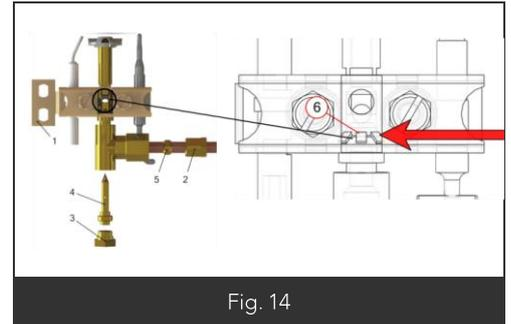

Fig. 14
- Dévisser le support veilleuse (Fig14 Rep1)
- Dévisser le raccord gaz veilleuse (Fig14 Rep2)
- Dévisser l'écrou (Fig14 Rep3) pour changer l'injecteur (Fig14 Rep4)